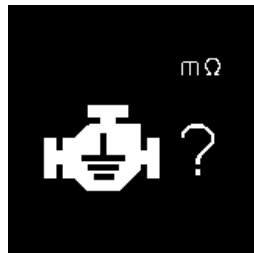

Abb.76
- Bei fehleingaben wird folgendes Bild angezeigt: (Abb. 76) unten: